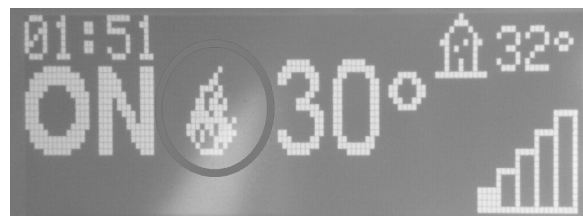

Fig. 9 - Kleine Flamme
- Wenn der Wert der Umgebungstemperatur über den über die Tastatur eingestellten Wert ansteigt, wird die Wärmeleistung auf den Mindestwert abgesenkt und die **kleine Flamme** (siehe **Fig. 9**) angezeigt. Wenn die Umgebungstemperatur wieder unter den eingestellten Wert absinkt, geht der Ofen wieder auf die eingestellte Leistung.